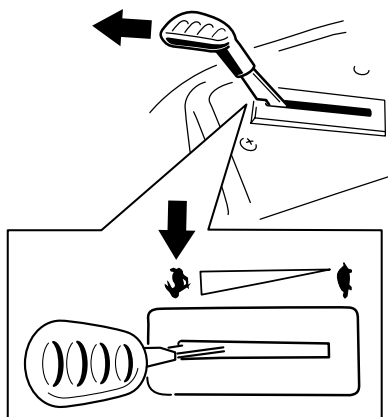

Figure 26
**Remarque:** Engagez toujours les lames en plaçant la commande d'accélérateur à la position HAUT RÉGIME (Figure 26).